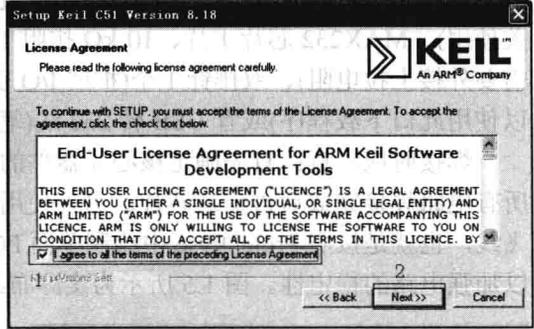

图 1.8 Keil 软件安装过程图 B
(2) 将“I agree to all the terms of the preceding License Agreement”前的单选框选中, 然后单击“Next”按钮, 如图 1.8 所示。